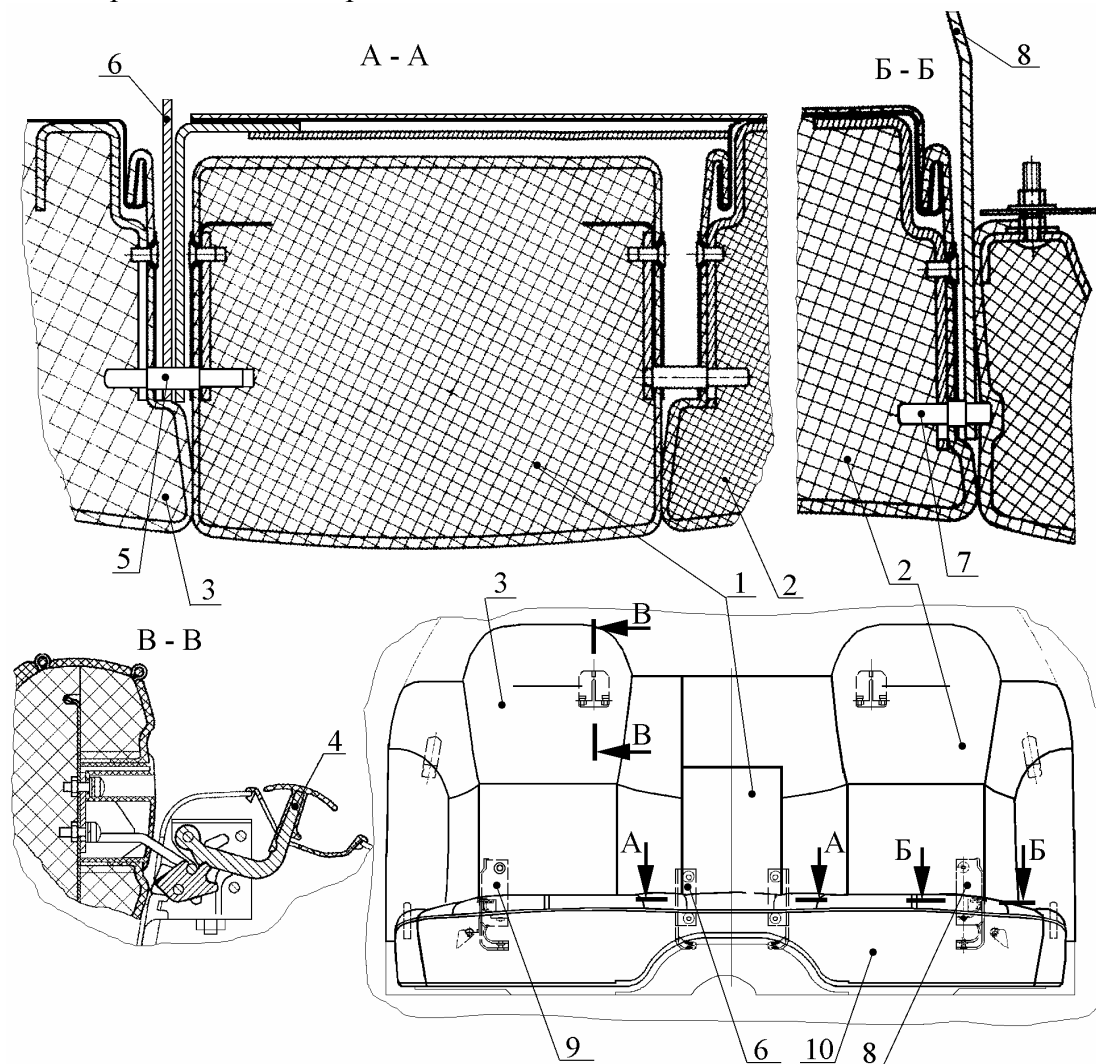

Рис.3. Снятие подушки, подлокотника и спинок заднего сиденья:
4.3.1. Снять подушку 10 (рис.3) заднего сиденья, вынув её из панели пола задней.